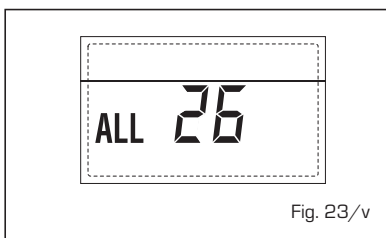

Fig. 23/v
- **ANOMALÍA COHERENCIA APLICACIÓN SOLAR "ALL 27"** (fig. 23/w)